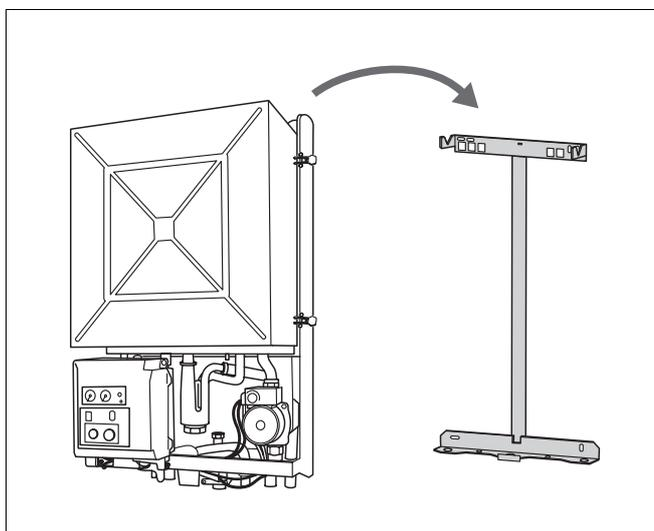

Fig. 6 Montaggio
- Appendere la caldaia a gas a condensazione al supporto a parete (fig. 6).